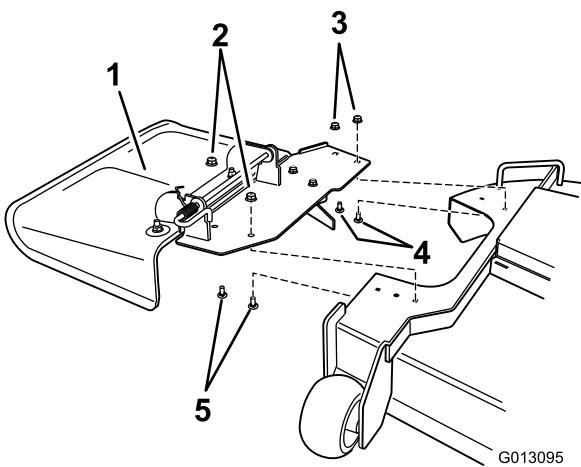

Figure 1
1. Enlevez les fixations qui retiennent le déflecteur sur le tablier (Figure 1). Mettez les fixations de côté.